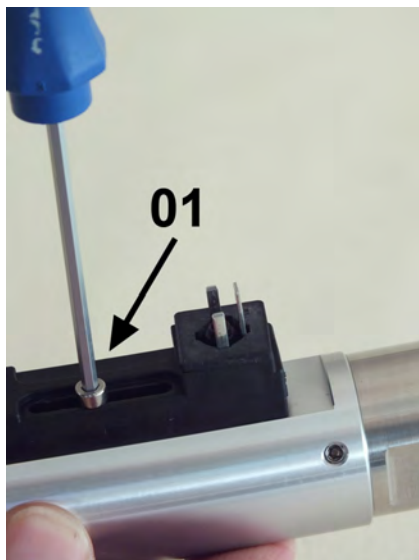

Abb. 55: Feststellschraube lösen
3. Feststellschraube ( Abb. 55/01) des Schaltkontaktes mit einem Sechskant-Schraubendreher herausdrehen und entfernen
7. ▶ Feststellschraube ( Abb. 55/01) einführen und leicht anziehen damit sich der Schaltkontakt noch leicht verschieben lässt
9. ▶ Feststellschraube ( Abb. 55/1) wieder festdrehen, dabei Schrauben-Anziehdrehmoment einhalten ( ↪ Kapitel 11.1 „Anziehdrehmomente“ auf Seite 75)